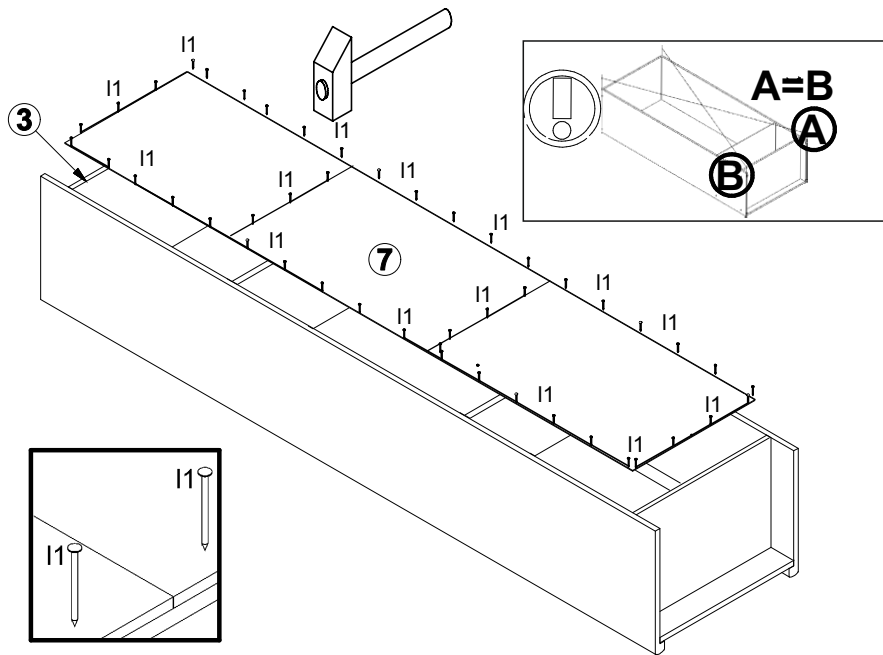

Рисунок 4
9. Положить корпус изделия фасадными кромками вниз на ровную поверхность и выровнять его, измеряя рулеткой расстояния между противоположными углами по диагонали. Расстояния должны быть равными (см. рис. 4).
10. Закрепить стенку заднюю **7** к корпусу шкафа гвоздями **l1** с шагом **80-120 мм** (см. рис. 4).